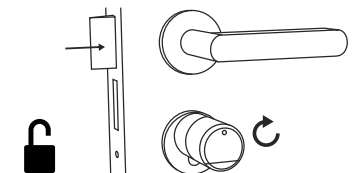
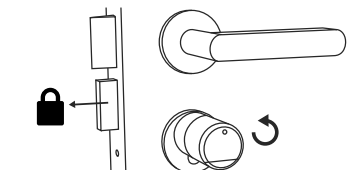

Abb. 9
Abb. 10
- 3 Wenn der eingegebene Fingerprint korrekt ist, leuchtet das Zylinderstatus-Symbol (⊙) und die Tür kann aufgeschlossen (Abb. 9) oder abgeschlossen werden (Abb. 10).